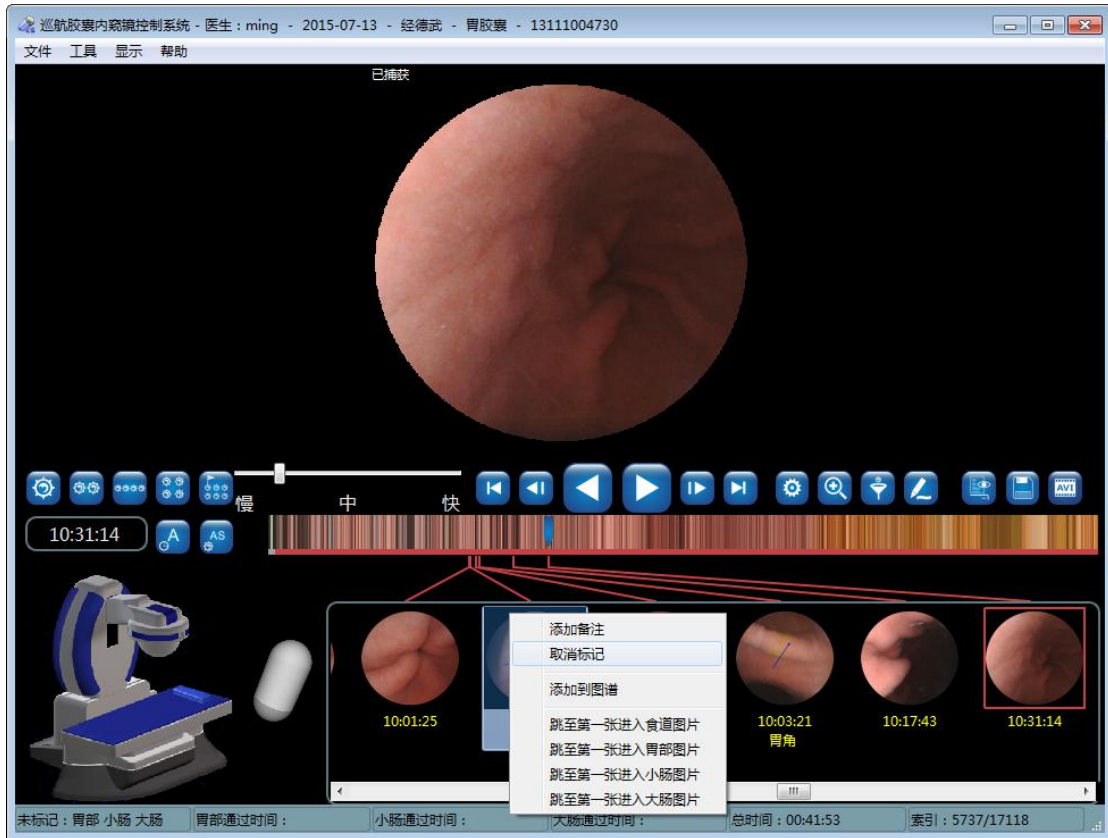

图 4-78 取消标记
3. 鼠标移动到需要取消标记的图片上，点击鼠标右键，在弹出的右键菜单上，选择取消标记，如图 4-78 所示，即可在缩略图中删除该图片。